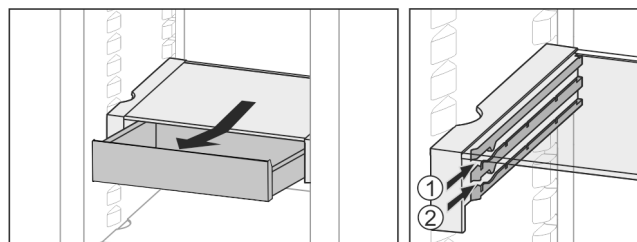

Fig. 38
- Inserire all'altezza desiderata Fig. 38 (1) o Fig. 38 (2).